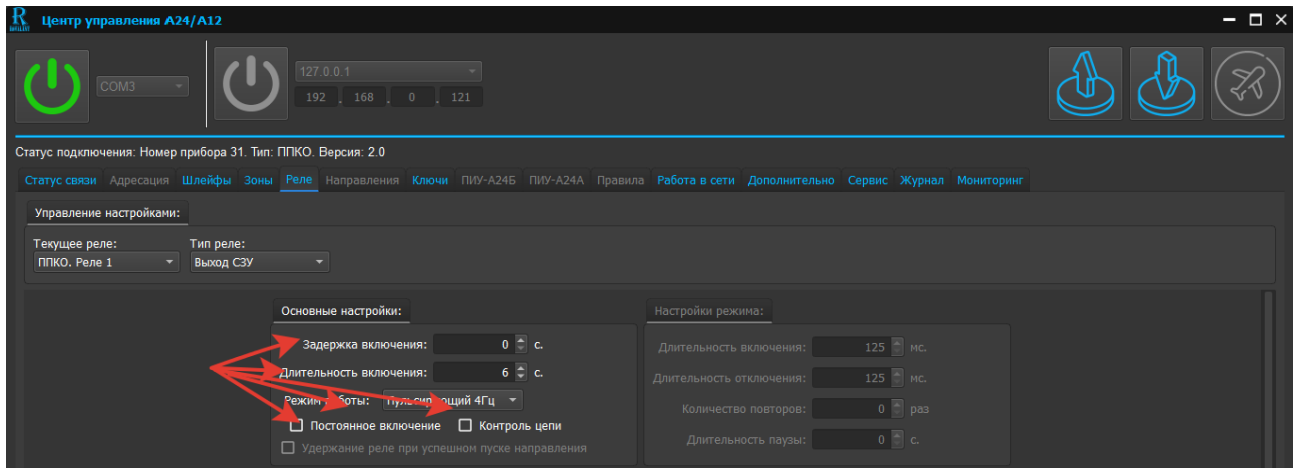

Рис. 45 Скриншот окна редактирования параметров реле типа «Выход СЗУ» во вкладке «Основные настройки»
6.3.3.1 Редактирование параметров реле типа «Выход СЗУ» во вкладке «Основные настройки» (см. рисунок 45)